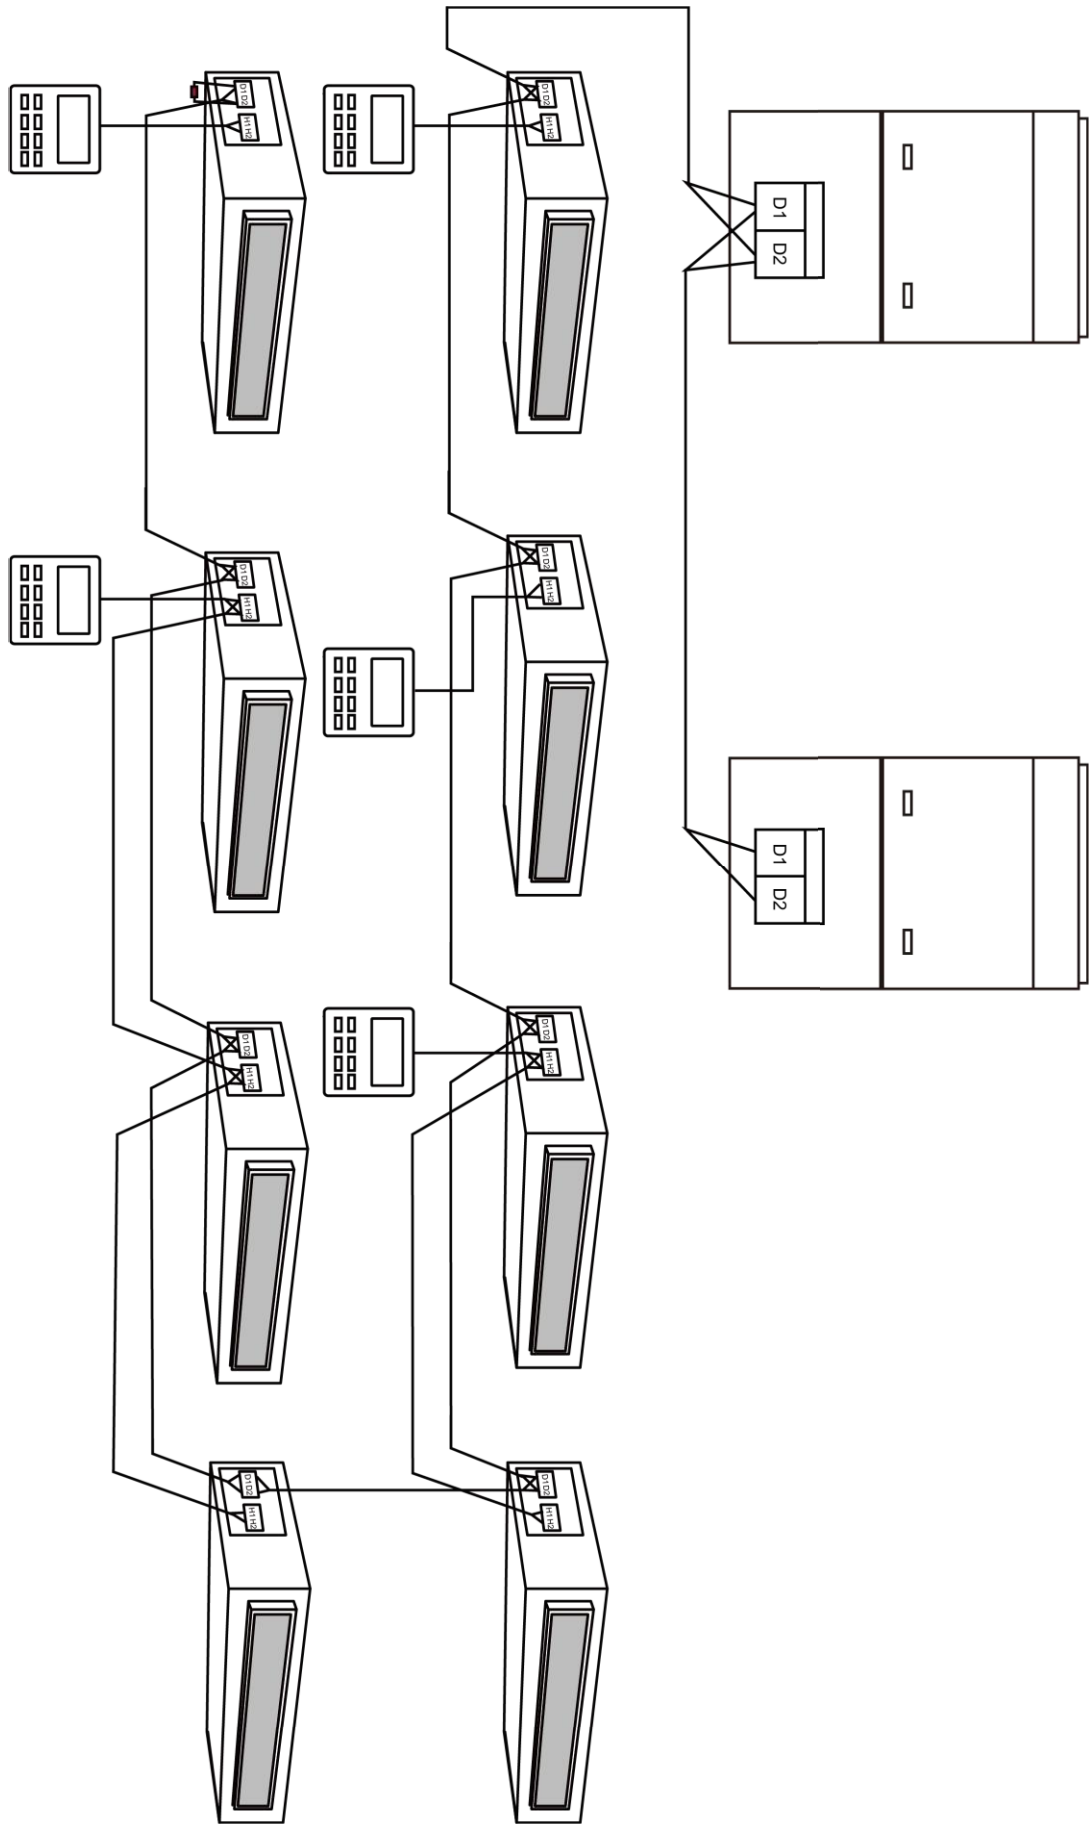

Fig 5.5
- (1) Le câble de communication de l'unité intérieure et de l'unité extérieure (ou unité intérieure) est connecté à D1, D2.
- (2) La commande filaire est connectée à H1, H2.
- (3) Une unité intérieure peut être connectée à deux commandes filaires qui doivent être réglées respectivement comme maître et esclave.
- (4) Une commande filaire peut contrôler jusqu'à 16 unités intérieures à la fois. (Comme indiqué sur la fig. 5.5.)